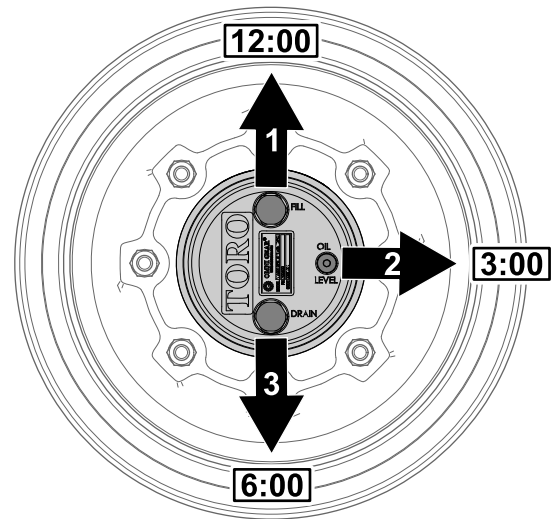

Figura 62
1. Aparque la máquina en una superficie nivelada y coloque la rueda con el tapón de llenado en la posición de las 12, el tapón de verificación en la posición de las 3 y el tapón de vaciado en la posición de las 6 (Figura 62).
1. Aparque la máquina en una superficie nivelada y coloque la rueda con el tapón de llenado en la posición de las 12, el tapón de verificación en la posición de las 3 y el tapón de vaciado en la posición de las 6; consulte la Figura 62 en Comprobación del lubricante de la caja de engranajes planetarios \(página 61\).